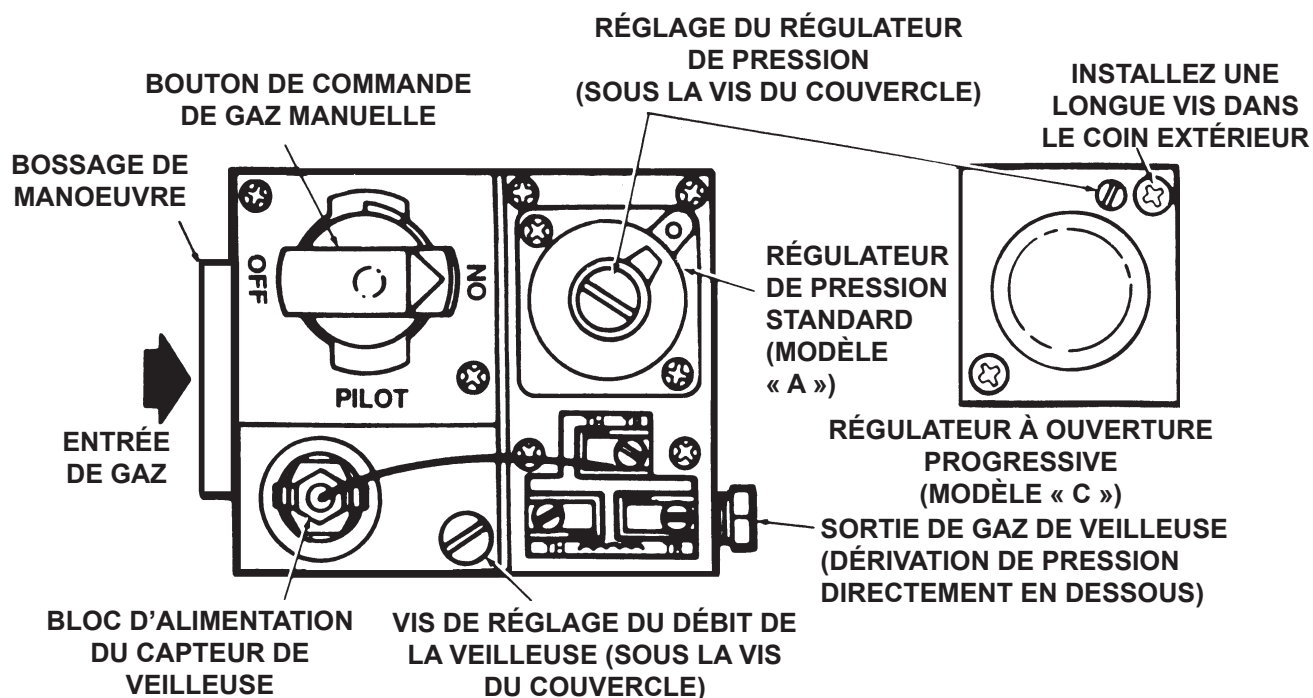

Figure 12. Commande de gaz de capacité standard – vue du dessus
- Déposez la vis du couvercle de réglage de la veilleuse. Voir la figure 12.